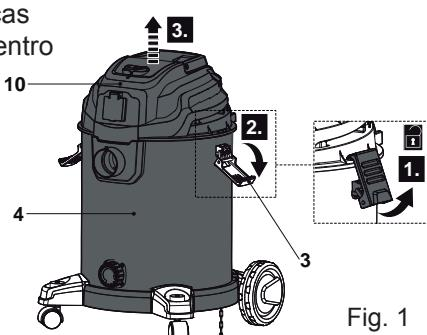

Fig. 1
- > Desbloqueie os fechos de plástico (3) e desmonte a unidade do motor (10) e o depósito (4) (Fig. 1).